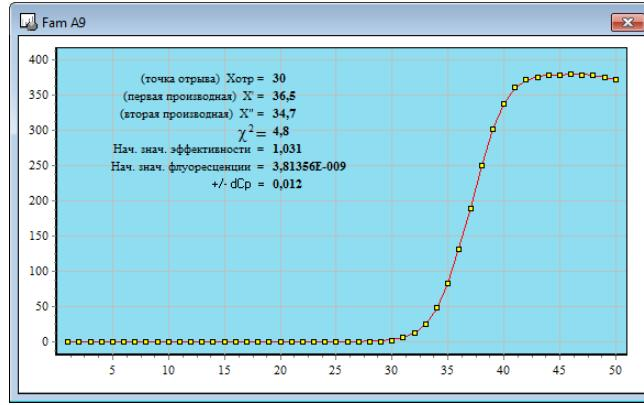

Рис.69 Параметры фитирования ПЦР-сигмоиды
– параметры фитирования ПЦР-сигмоиды (Рис.69).